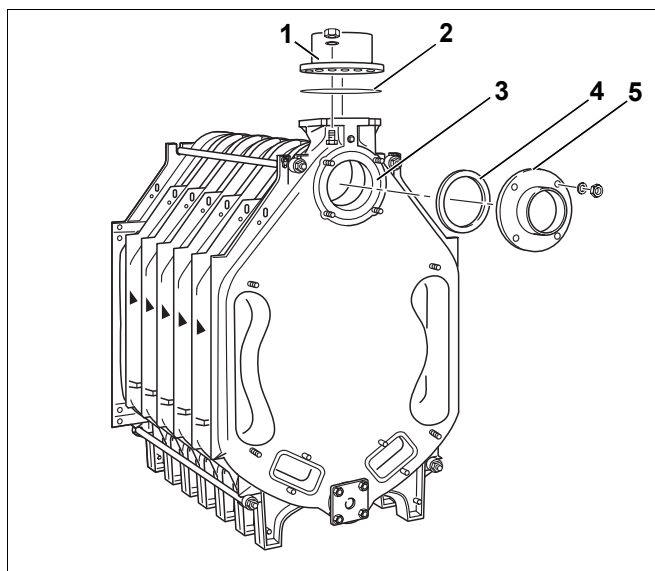

Bild 28 Anschlussflansche montieren
Auf die obere Kesselnahe (Bild 28, **Pos. 3** – Rücklaufanschluss) wird bei dem späteren Anschluss des Rücklaufs der Vorschweißflansch (mit angeschweißter Verrohrung) montiert.
Dargestellt sind Vorschweißflansch und Flachdichtung (Bild 28, **Pos. 4 und 5**).
- Der Vorlaufanschlussflansch (Bild 28, **Pos. 1**) mit Flachdichtung (Bild 28, **Pos. 2**) wird für den späteren Anschluss des Vorlaufs benötigt.